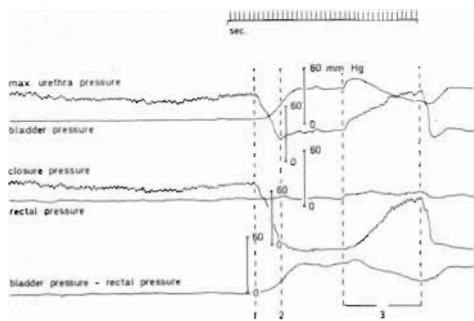

Fig 3. Tryckförhållanden vid vattenkastning hos en frisk kvinna. Pressure = tryck. Urethra = urinrör. Bladder = blåsa. För detaljer, se texten!
Ett par typiska registreringar visar tryckförloppet hos en frisk person i samband med vattenkastning (fig 3). Registreringen av trycket i urinröret (urethra) är normalt högre än trycket i blåsan (bladder). Vid (1) uppmanas patienten att kasta vatten. Det blir då omedelbart ett fall av trycket i urinröret och en stegring av trycket i blåsan. När avstängningstrycket (closure pressure) blir noll (2) eller negativt, börjar vattenkastningen. Man har även registrerat tryck i ändtarmen (rectal pressure) som mätt på trycket i buken samt blåstryck minus buktryck (på nedersta raden). Under perioden (3) uppmanas patienten att hålla på urinen.